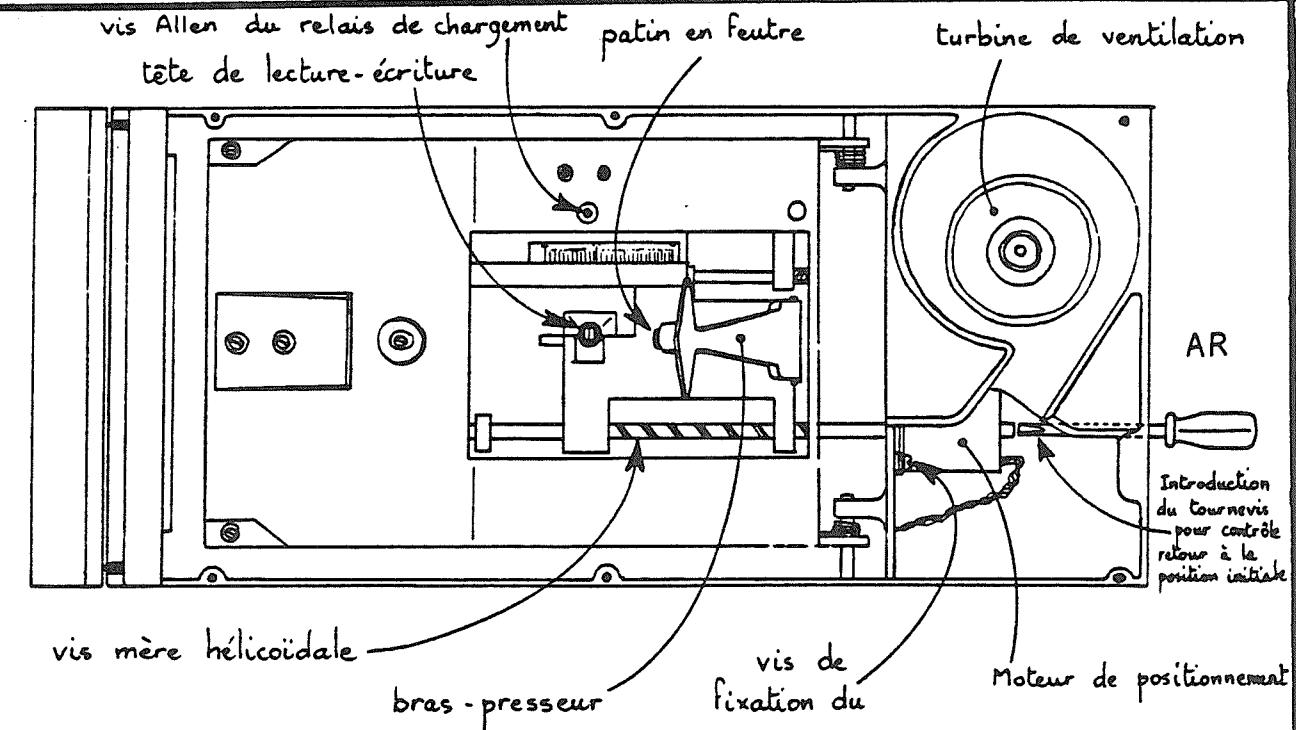

Figure 4
- soulever légèrement le bras presseur en plastique (fig. 4) et vérifier l'état du patin en feutre et le remplacer éventuellement
- nettoyer la tête de lecture-écriture (fig. 4) à l'aide d'un coton tige imbibé d'alcool isopropylique .
- éventuellement, déposer un petit peu de graisse à 3% de molybdène sur la vis mère hélicoïdale de commande de déplacement du chariot (Fig. 4)
- charger la tête de lecture-écriture soit en appuyant légèrement sur la vis Allen du relais de chargement (fig4) soit en mettant la résistance R12 au 0V pour modèle 140 (fig5) ou l'anode de CR1 au 0V pour modèle 142 M (fig13)
- Pour régler l'alignement, débloquer les 3 vis de fixation du moteur de positionnement (Fig. 4) et faire pivoter légèrement le moteur de façon à obtenir deux lobes égaux (réglage optimum), puis rebloquer les 3 vis.